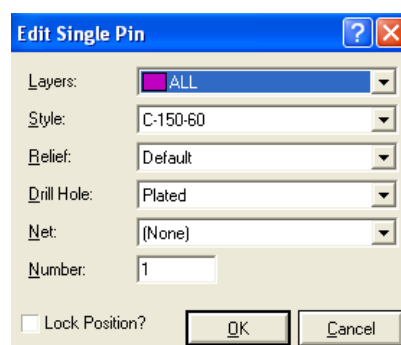
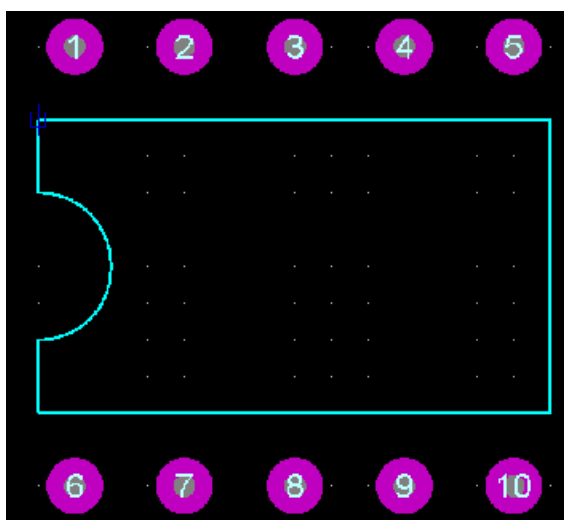

Figura 87: Janela **Edit Single Pin**.
Figura 88: Pads do componente configurados.
8. Configure, nomeie os *pads* dos componentes, para isto, dê um duplo clique sobre qualquer um deles, abrirá a janela **Edit Single Pin**, apresentada pela figura 87 e a ilustração dos *pads* configurados na figura 88.